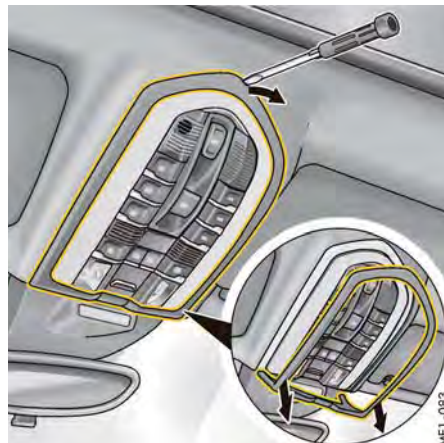

図177: オーバーヘッド・コンソールのフレームを取り外す
2. 適切な道具（ドライバーなど）を使用してルーフ・コンソールのフレームを外し、注意して引き下げてください(図177)。フレームを損傷しないように注意してください。